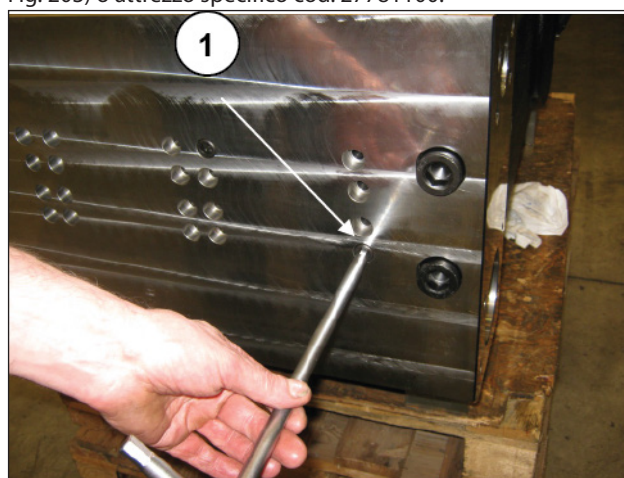
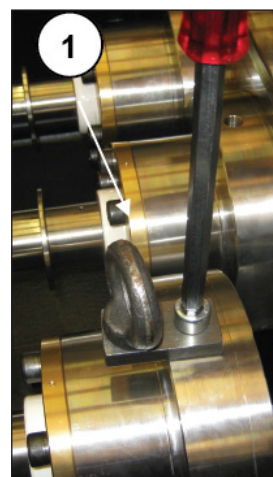

Fig. 202
Fig. 203
Provvedere allo smontaggio del gruppo pistone svitando le viti di fissaggio supporto camicia (pos. ①, Fig. 202), previo montaggio dell'attrezzo di sostegno del gruppo (pos. ①, Fig. 203) o attrezzo specifico cod. 27781100.